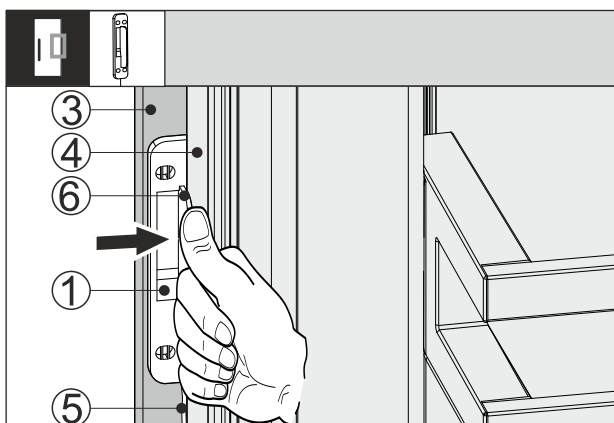

Fig. 67
- ▶ Вставьте датчик стука Fig. 67 (1) между мебельным фасадом Fig. 67 (3) и дверью устройства Fig. 67 (4) таким образом, чтобы кабель Fig. 67 (5) был слегка натянут. Упор Fig. 67 (6) датчика стука прилегает к двери устройства Fig. 67 (4).
- ▶ Прижмите датчик стука Fig. 67 (1) к мебельному фасаду Fig. 67 (3).
- ▶ Датчик стука Fig. 67 (1) приклеен. Приклеивание датчика стука оптимизирует передачу сигнала стука.
Надежная фиксация датчика стука Fig. 67 (1) повышает срок службы.
- ▶ Прикрутите датчик стука Fig. 67 (1) при помощи входящих в комплект поставки винтов к мебельному фасаду Fig. 67 (3).